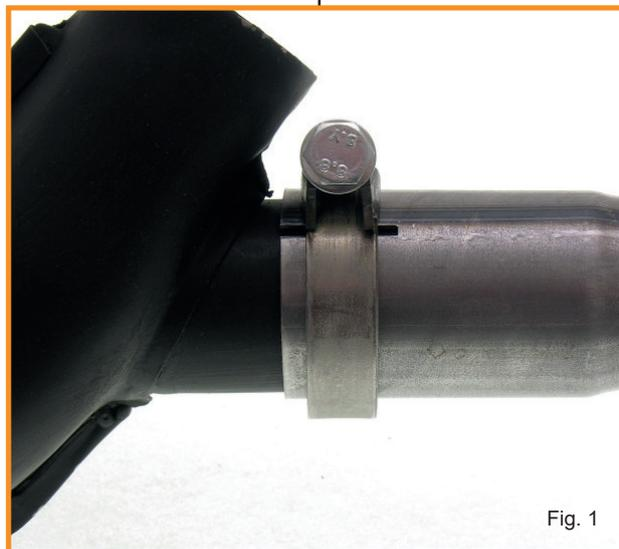

Fig. 1
- The heat exchanger and header are joined with 41mm bandclamps. (Fig.1)
- Sind alle Teile miteinander verbunden und ausgerichtet, können alle Schrauben und Muttern gleichmäßig mit 20 Nm angezogen werden. Wärmetauscher und Krümmer werden mit den 41 mm Bandschellen verschraubt. ( Fig.1)